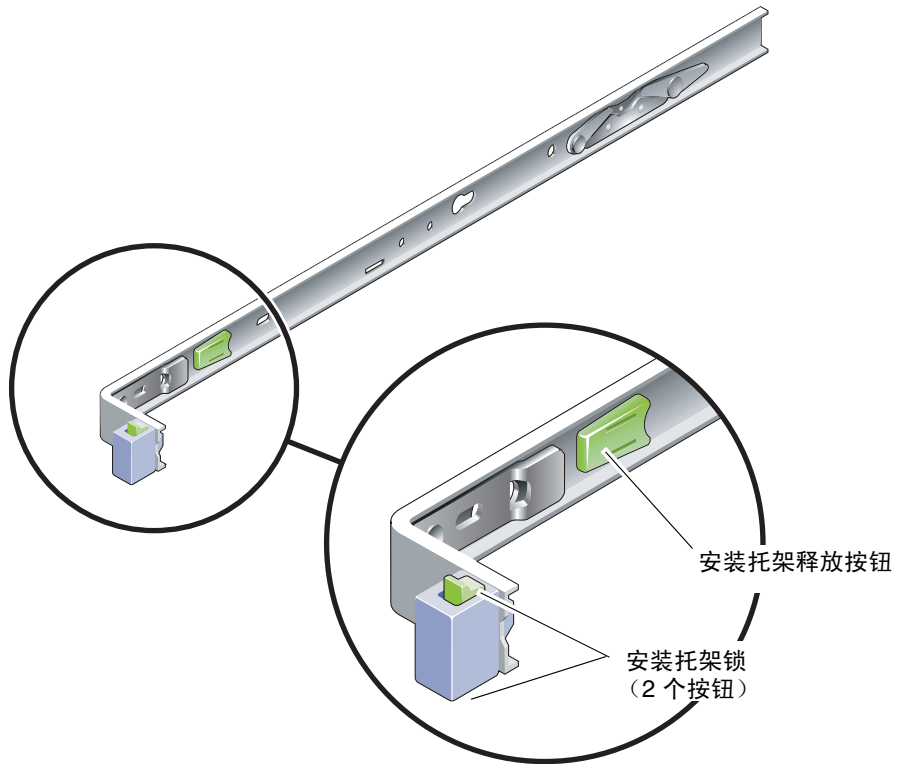

图 1-3 安装托架锁
- 每个 Sun Fire T1000 服务器安装托架有两个锁（图 1-3）。安装托架锁允许安装托架向前滑动。安装托架释放按钮则允许您从滑轨上拆除安装托架。此外，您也可以在将安装托架推入滑轨时使用释放按钮。